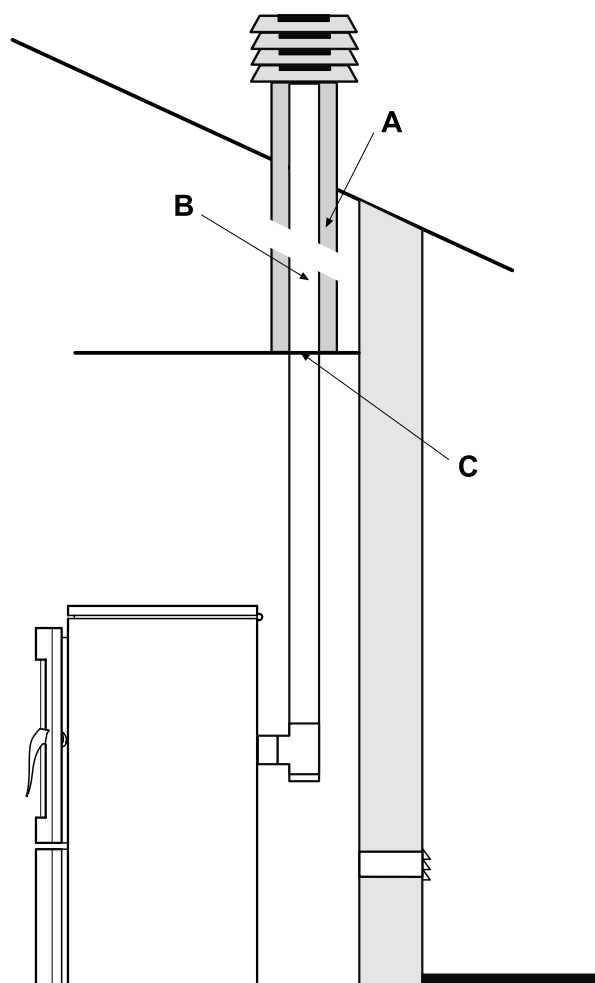

Fig. 5.5.5
- **Bei einem Rauchfang mit größeren Innenmaßen muss** ein dementsprechend isoliertes Stahlrohr (mit Durchmesser je nach Strecke) eingeführt werden (Abb. 5.5.5).
En présence d'un conduit de cheminée de section supérieure, il est nécessaire d'entuber celle-ci à l'aide d'un tuyau en acier (de diamètre fonction de la longueur) isolé (Fig. 5.5.5).
If the flue section is bigger it must be ducted using an adequately insulated steel pipe (the diameter depends on the length of the path) (Fig. 5.5.5).